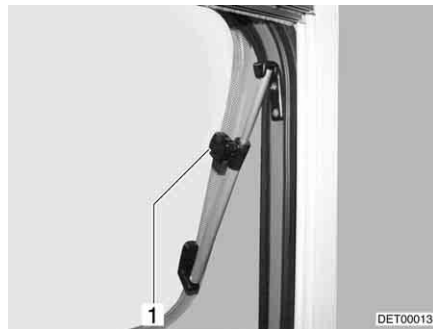

Fig. 54 Fenêtre projetante avec bras pivotant
- Ouvrir la fenêtre projetante jusqu'à la position voulue et la bloquer avec la molette (Fig. 54,1).
- Tourner la molette (Fig. 54,1) jusqu'à ce que le dispositif de blocage soit libéré.